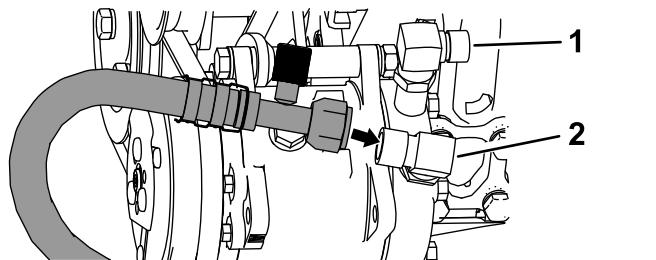

**Figura 39**
- Montate il raccordo ad angolo retto ( $\frac{7}{8}$ ") e un O-ring (taglia 8) nel foro di bassa pressione o aspirazione sulla pompa dell'aria condizionata (Figura 39).
- Montate il raccordo ad angolo retto ( $\frac{3}{4}$ ") e un O-ring (taglia 10) nel foro di alta pressione o scarico sulla pompa dell'aria condizionata (Figura 39).